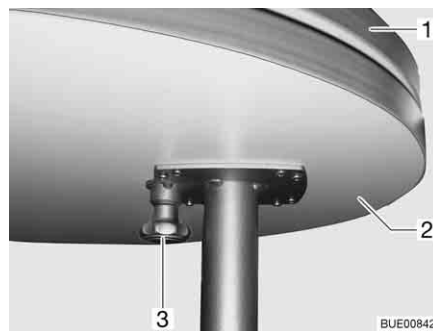

Fig. 99 Mesa fija
- Tirar el botón (Fig. 99,3) del bloqueo hacia abajo y girar la prolongación del tablero de mesa (Fig. 99,2) hacia fuera.
- Girar la prolongación del tablero de mesa (Fig. 99,2) debajo del tablero de la mesa (Fig. 99,1) hasta que se oiga engatillar el bloqueo.